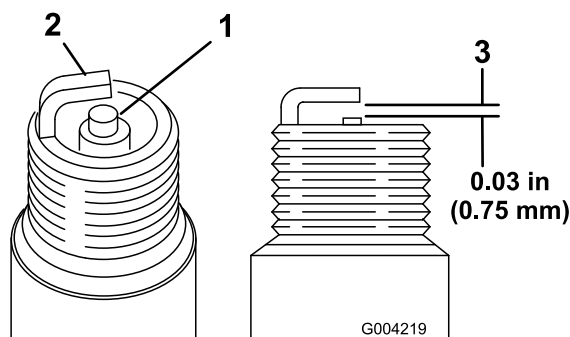

Figura 50
1. Veja a parte central de ambas as velas de ignição (Figura 50). Se verificar uma cobertura castanha ou cinzenta no isolante, o motor está a funcionar
2. Verifique a folga entre os eléctrodos central e lateral (Figura 50).
3. Dobre o eléctrodo lateral (Figura 50) se a folga não for a correcta.